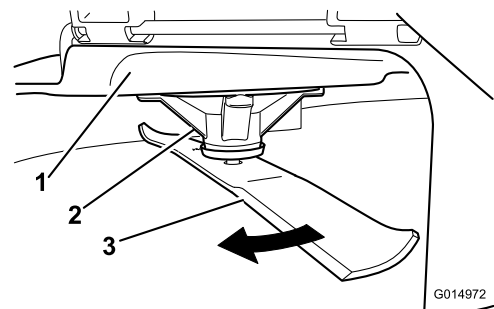

Figura 62
2. Llevando guantes fuertemente acolchados u otro tipo de protección apropiada para las manos, gire lentamente la cuchilla hasta una posición que permita medir la distancia entre el filo de corte y la superficie nivelada en la que descansa la máquina (Figura 62).